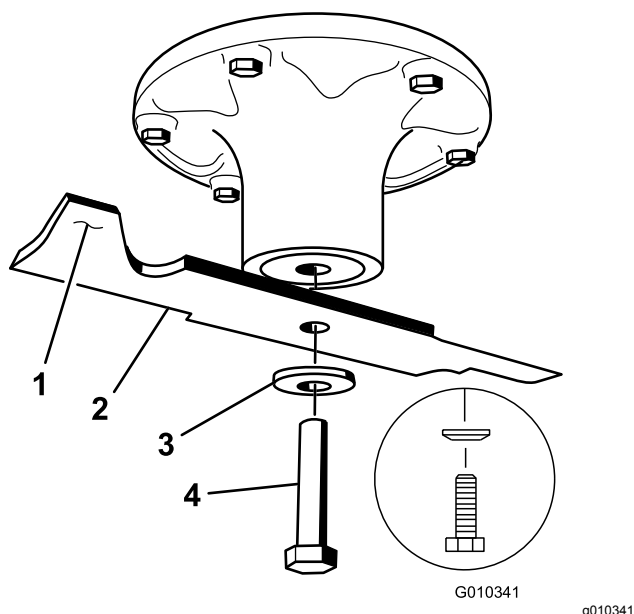

Figura 68
2. Togliete il bullone, la rondella concava e la lama dall'asse del fusello (Figura 68).